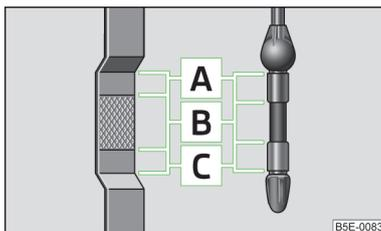

Fig. 136
- ¡Si el nivel de aceite se encuentra por encima de la zona **A**, » fig. 136 de la página 173 🚫 no siga conduciendo! Parar el motor y recurrir a la asistencia profesional de un taller especializado.
La varilla de medición de aceite indica el nivel de aceite de motor » fig. 136.
El nivel de aceite no debe sobrepasar nunca la zona A » fig. 136. ¡Existe riesgo de daños en el sistema de escape!